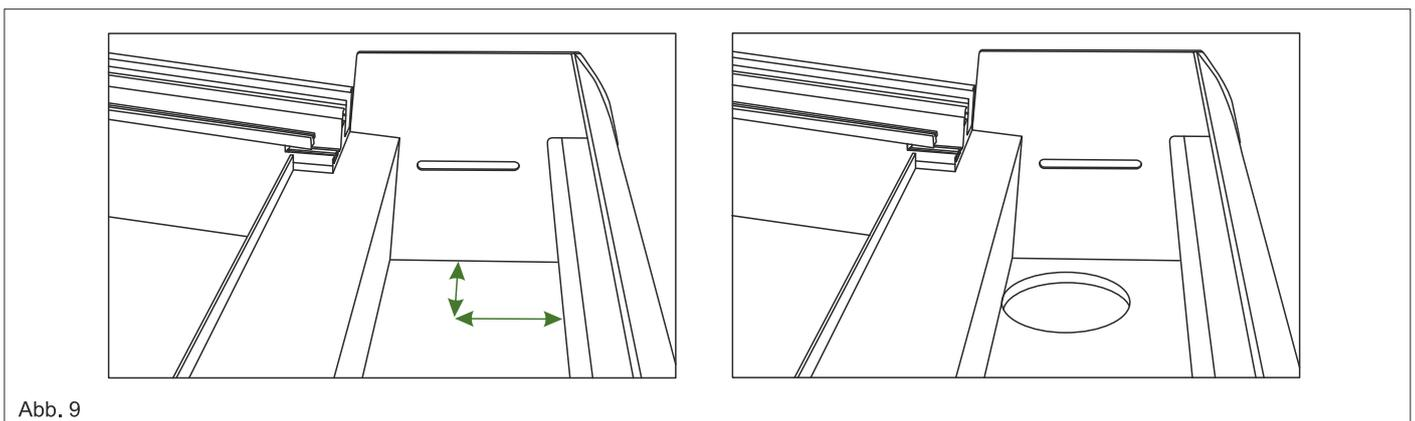

Abb. 9
A) B) 8. Bereiten Sie den zweiten Pfosten (mit dem Ablaufrohr, wenn an dieser Stelle gewünscht) vor und markieren Sie die Rohreintrittsstelle in der Rinne, schneiden Sie anschließend eine 80mm Öffnung in der Rinne aus und setzen Sie den Pfosten in die gewünschte Position. Achten Sie darauf, dass das Ablaufrohr bündig mit dem Rinnenboden bleibt. Siehe Abb. 9.